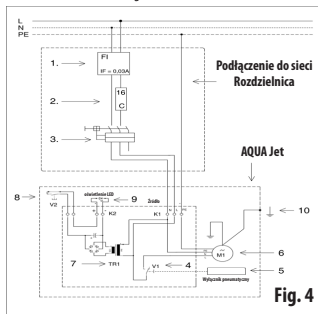

Fig. 4
**Schema elettrico di connessione del dispositivo****AQUA Jet 50 (fig.4):**
È necessario collegare il nuoto controcorrente alla rete di distribuzione tramite avviatore del motore, fusibile e interruttore differenziale (vedere schema di connessione fig. 4). La mancata installazione di questi elementi di sicurezza può causare pericoli di decesso e generali. Il dispositivo deve essere posizionato al di fuori della zona di protezione della piscina (zona 0, 1 e 2), vedere norma CSN 33 2000-7-702, fissata a 3,5 m dalla parete della piscina, vedere fig. 5.